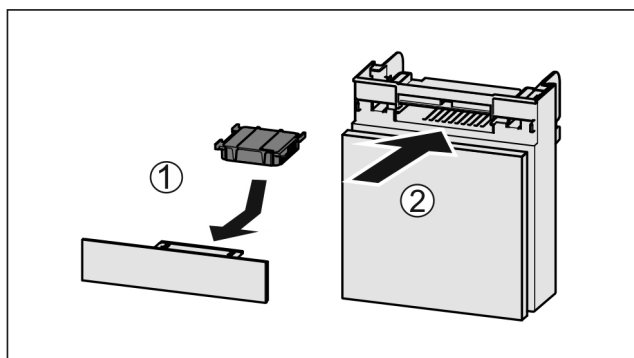

Fig. 116
- Wkładać Fig. 116 (1) filtr z węglem aktywnym zgodnie z ilustracją.
- Wsunąć komorę Fig. 116 (2).